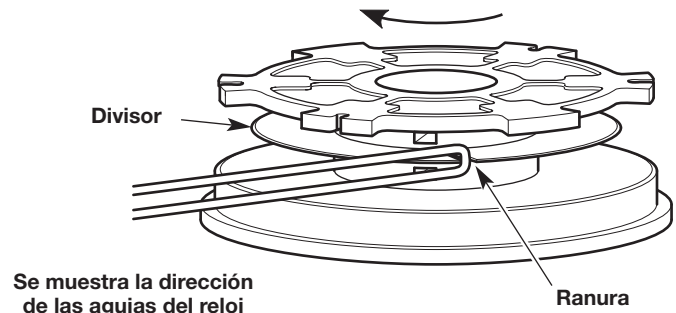

Fig. 20
2. Inserte el lazo en la ranura del divisor (Fig. 20). Enrolle el hilo ajustado en el sentido que se indica en la parte inferior del carrete interior hasta que queden aproximadamente 6 pulgadas (150 mm) de hilo.